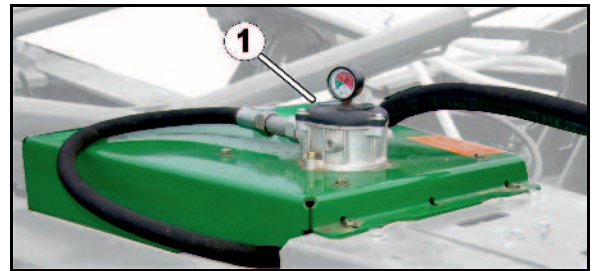

Fig. 126
6. Ölfilter (Fig. 126 /1) mit 3 Schrauben lösen, Ölfiltereinsatz austauschen.